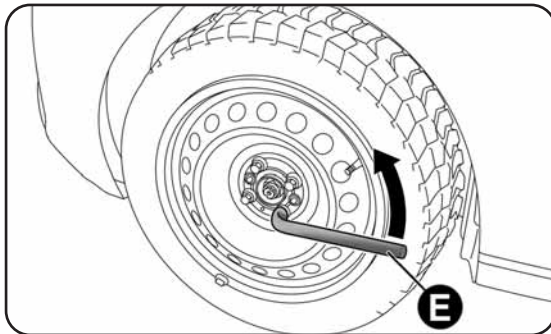

fig. 11
- desserrer d'environ un tour les boulons de fixation de la roue à remplacer à l'aide de la clé fournie E-fig. 11 ;
- monter la roue de secours en faisant coïncider les axes T-fig. 11 avec l'un des orifices S présents sur la roue ;